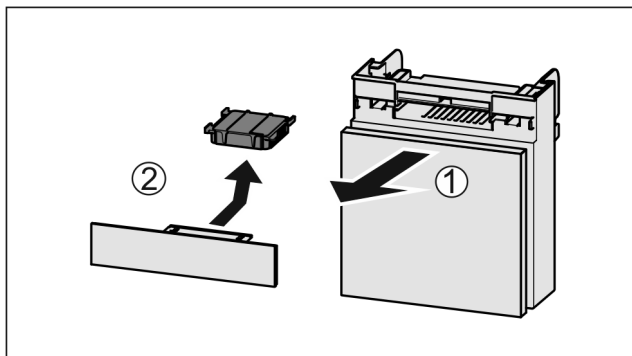

Fig. 31
- Вытянуть Fig. 31 (1) отделение движением вперед.
- Извлечение Fig. 31 (2) фильтра с активированным углем.